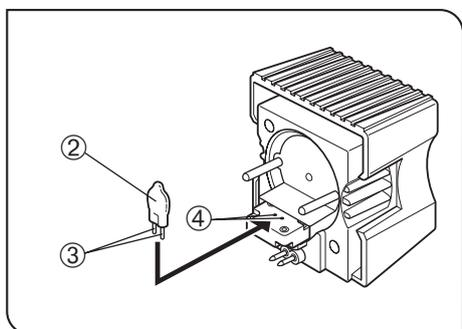

Рис. 45
**Установка галогенной лампы (рис. 45)**
1. Держа лампу ② куском марли, вставьте контакты лампы ③ прямо и до отказа в контактные отверстия ④ патрона лампы.